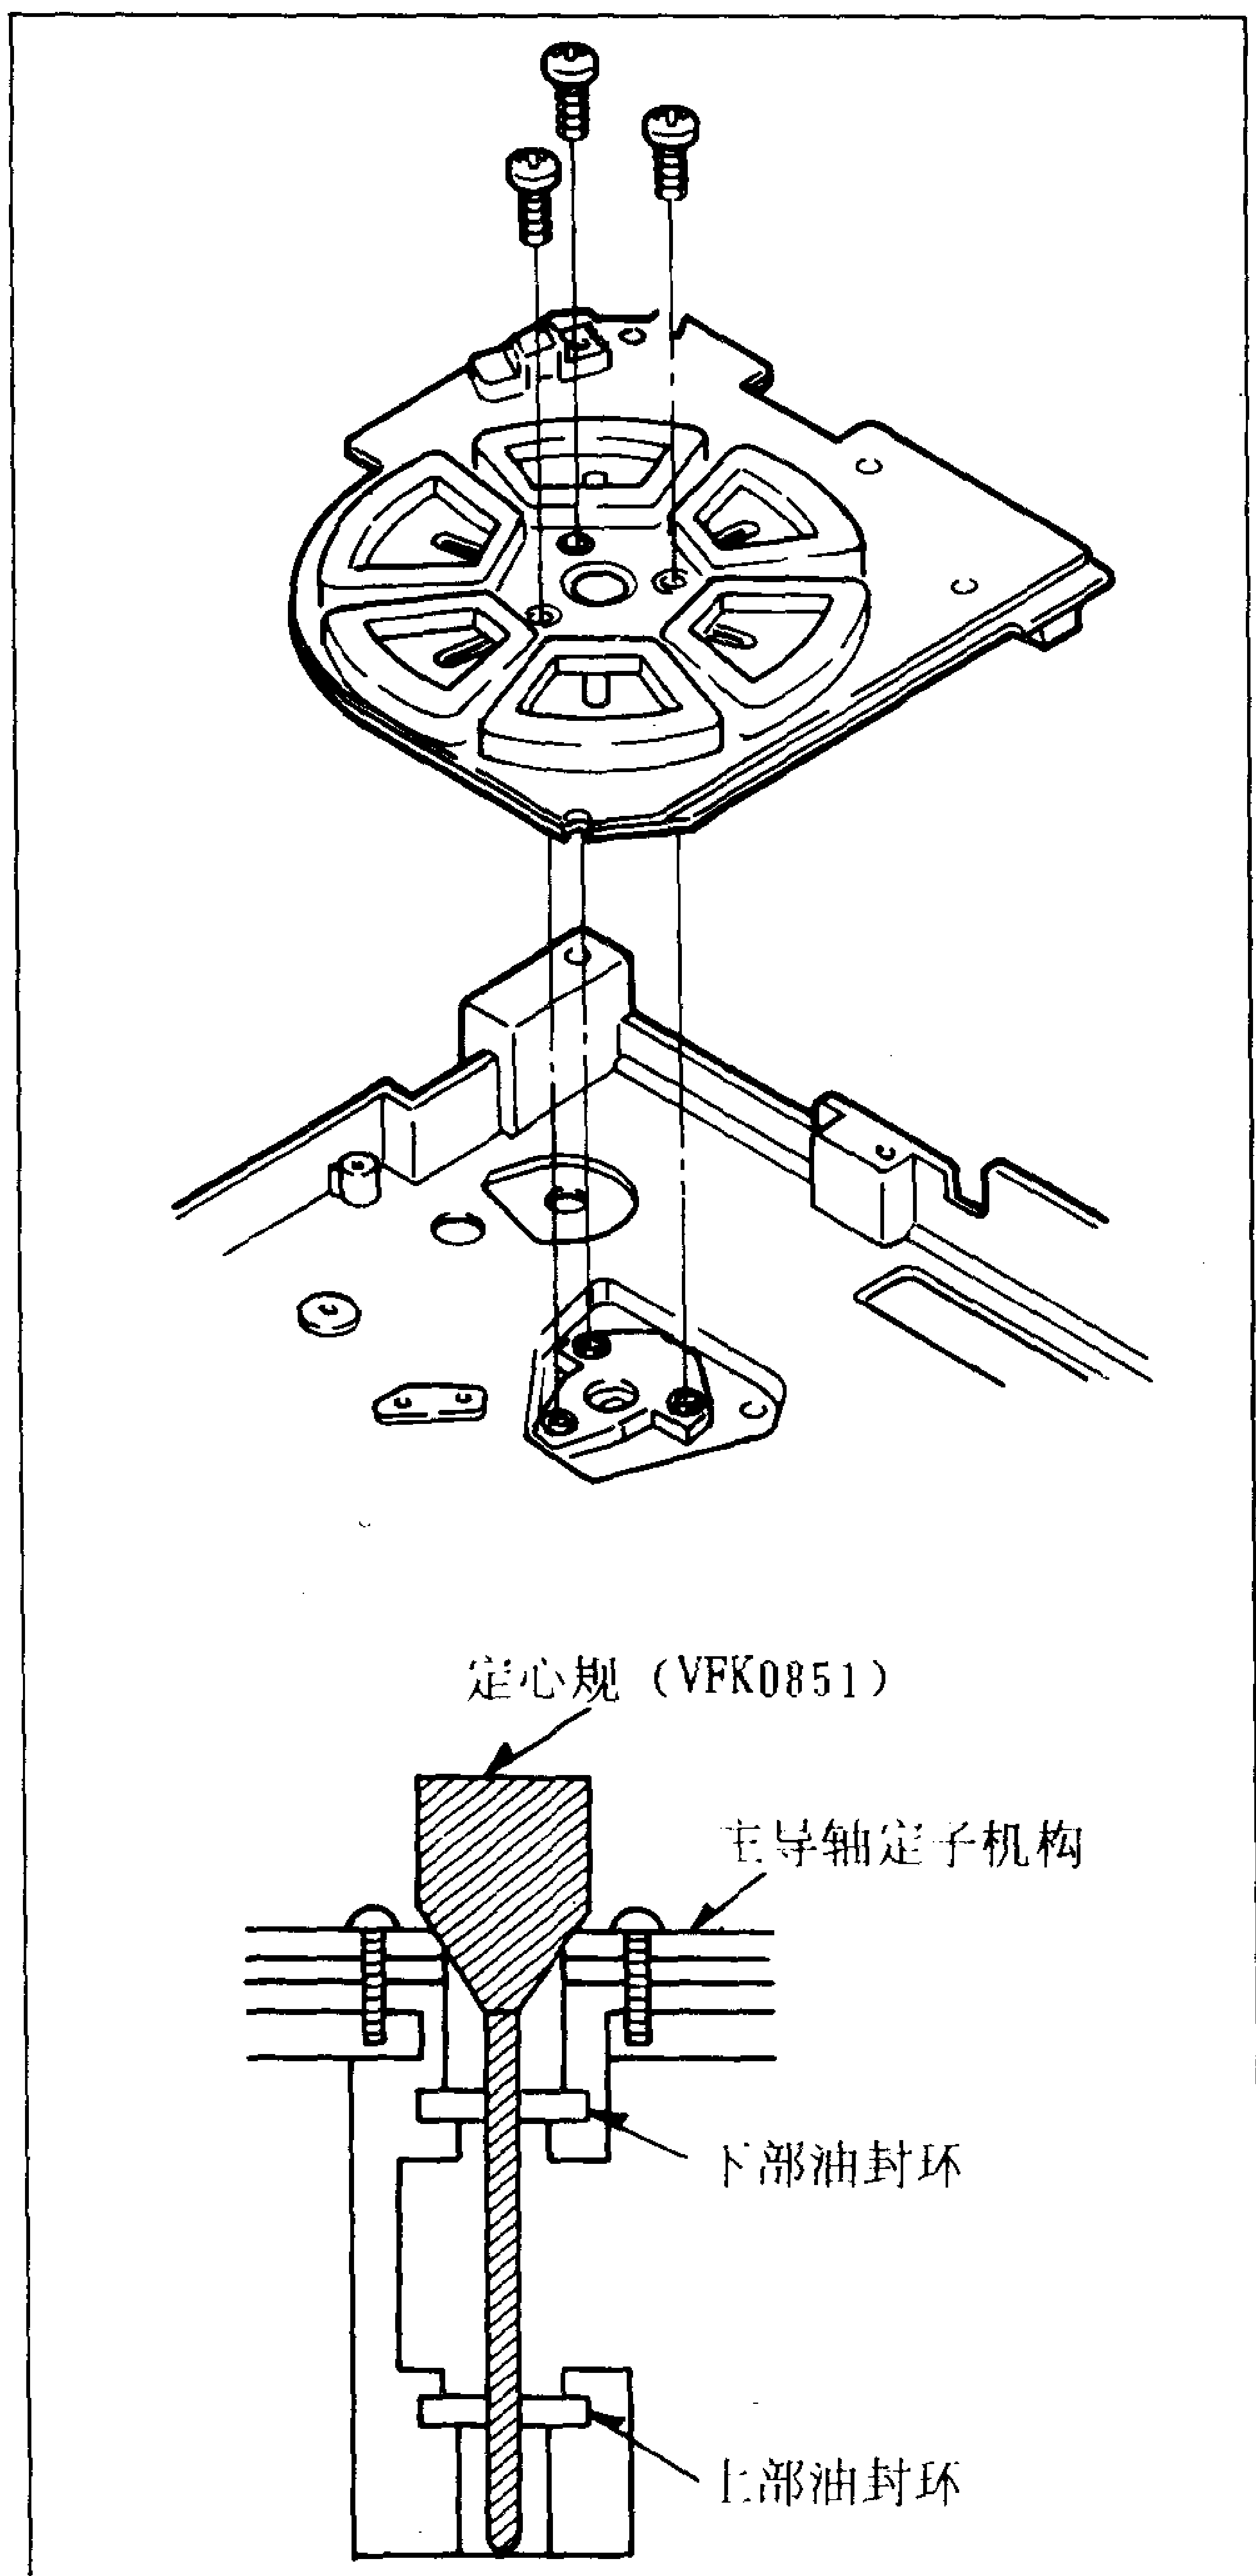

图 T2
- 3) 将定心规 (VFK0851) 插入定子, 如图T2所示。